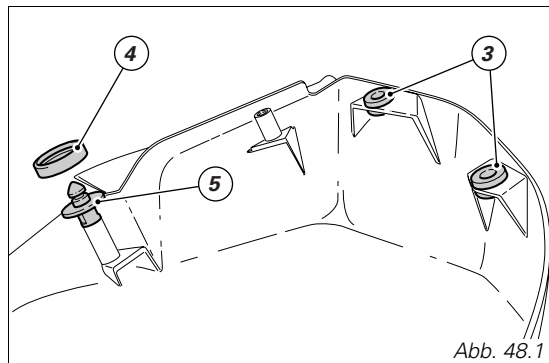
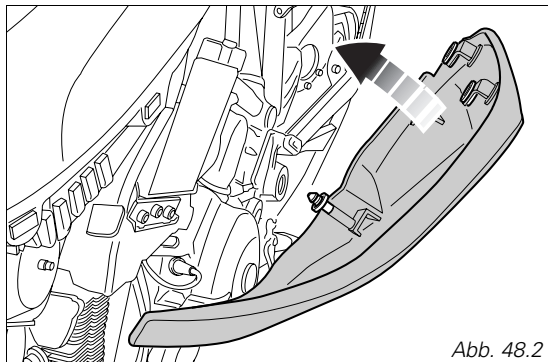

Abb. 48.1
Abb. 48.2
Vor der Montage prüfen, dass an der Innenseite der Verkleidungshälfte die Gummis (3) und die Dichtung (4) korrekt am Zapfen (5) (Abb. 48.1) ausgerichtet sind. Die linke Verkleidungshälfte am hinteren Ende beginnend montieren, dabei die Stifte des Tanks in die Gummis (Abb. 48.2) einfügen.